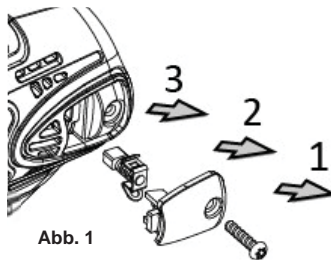

Abb. 1
- A. Verwenden Sie einen Schraubendreher, um die Schraube von der Rückabdeckung des Gehäuses zu lösen und entnehmen Sie dann rechts und links die Karbonbürsten. (Siehe Abb.1).